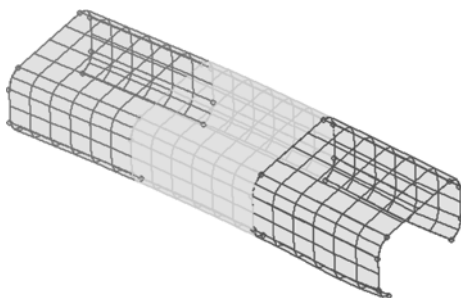

图 2-23 HyperMesh 模型文件 bumper_mid.hm
(1) 通过以下任意一种方式进入 Import 面板。
- (2) 在标签域中的 Import 面板中单击 Import HM model (🌐) 按钮。
- (3) 在 File selection 下单击 (📁) 按钮，浏览选择文件 bumper_mid.hm。
- 单击 Import 按钮，将文件 bumper_mid.hm 导入到当前程序进程中，如图 2-23 所示。